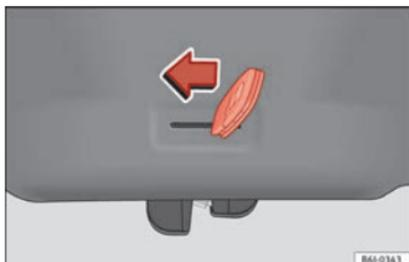

Fig. 4 Ouverture d'urgence du hayon arrière.
- Introduisez le panneton de la clé dans la rainure et déverrouillez le système de fermeture en faisant tourner la clé de droite à gauche, comme indiqué par la flèche » fig. 4.